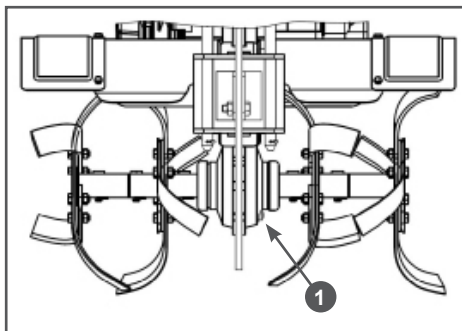

Рис. 24 Расположение пробки для слива масла из картера коробки передач (вид сзади)
4. Открутите пробку для слива масла и слейте отработанное масло в подготовленную для этого емкость. Пробка 1 для слива масла находится в нижней части коробки передач справа по ходу движения мотокультиватора (Рис. 24).